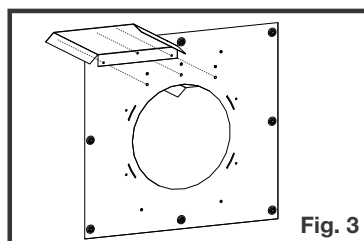

Fig. 3
3. Installez l'autre écran protecteur sur l'autre côté de l'espaceur coupe-feu (**Figure 3**).